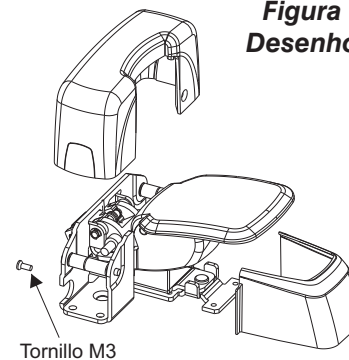

Figura 4
6. Coloque la cerradura con los 4 tornillos como indica la figura 4.
6. Coloque a cerradura com os 4 parafusos como indica a figura 4.